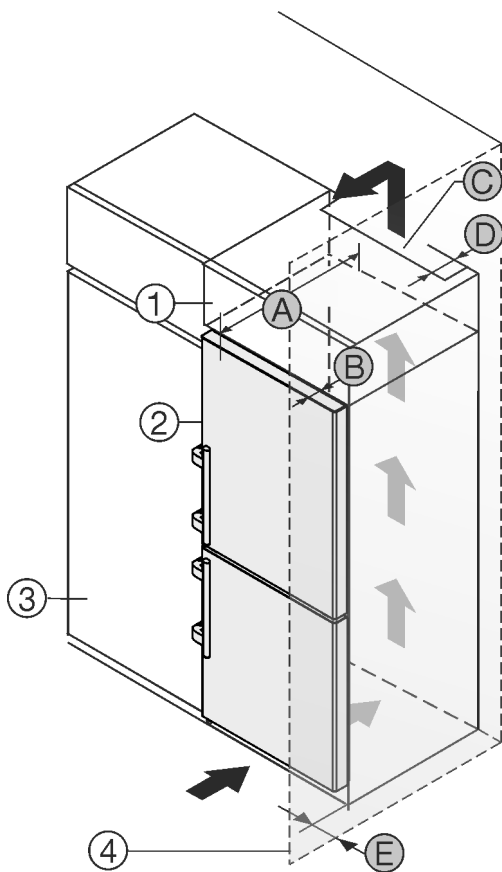

Fig. 47
Přístroj lze zabudovat do kuchyňských skříní. K vyrovnání přístroje Fig. 47 (2) na výšku kuchyňské linky lze na přístroj nasadit nástavec Fig. 47 (1).
Přístroj lze instalovat přímo vedle kuchyňské skříňky Fig. 47 (3). Aby bylo možné dvířka plně otevřít, musí přístroj přesahovat o hloubku Fig. 47 (B) vůči přední linii kuchyňské skříňky. V závislosti na hloubce kuchyňských linek a použití vymeřovačů odstupů od stěny může přístroj vyčnívat dále.
- Na zadní straně nastavné skříňky musí být větrací šachta hluboká Fig. 47 (D) přes celou šířku nastavné skříňky.
- Pod stropem místnosti musí být dodržen ventilační průřez Fig. 47 (C).
Pokud je přístroj se závěsy instalován vedle stěny Fig. 47 (4), musí být dodržena vzdálenost Fig. 47 (E) mezi přístrojem a stěnou. To odpovídá přesahu madla při otevřených dveřích.